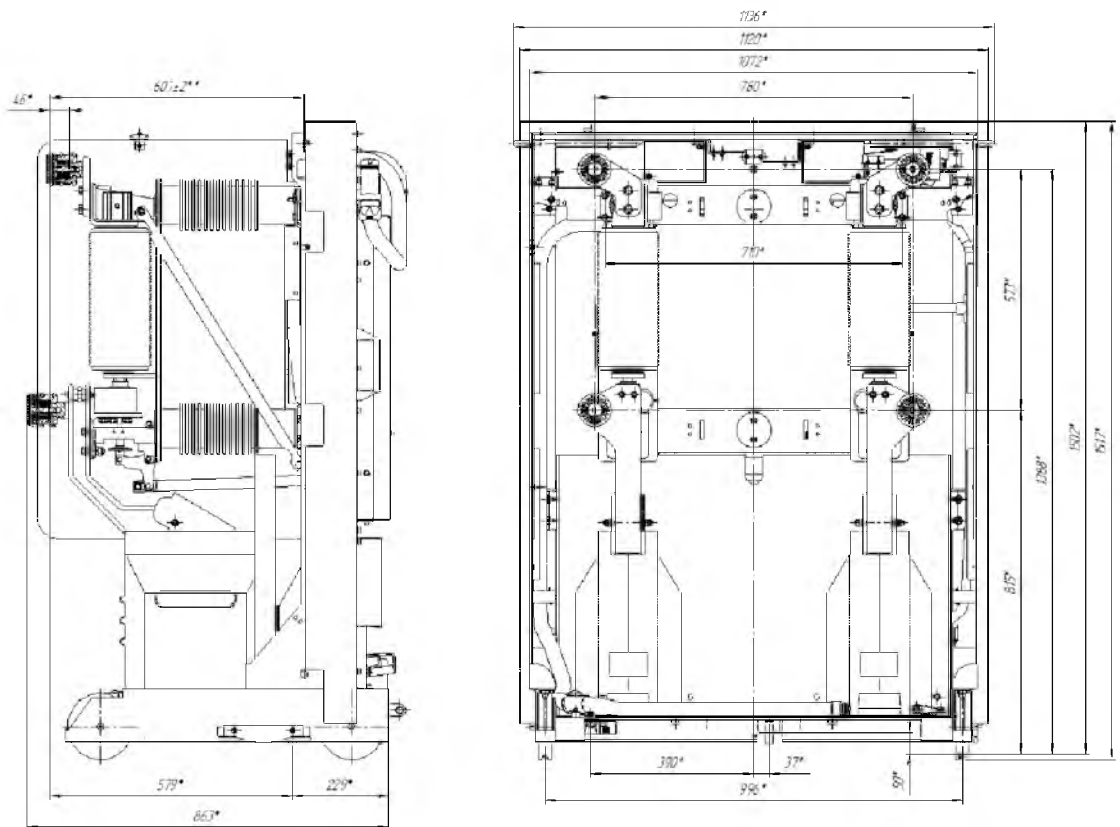

Рисунок 18 – Выкатной элемент двухполюсного выключателя и трансформаторов тока (основные присоединительные размеры)
- выкатной элемент с предохранителями и трансформаторами напряжения (см. рисунок 18).